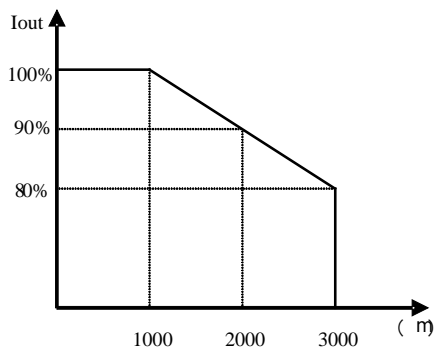

Fig. 1-7 Reducción de la potencia nominal de salida de la unidad con la altura
- Tenga en cuenta la reducción de la potencia nominal cuando la unidad esté instalada en una zona elevada superior a 1000 m. El efecto de enfriamiento de la unidad se ve deteriorado con la altura, tal y como se muestra en la Fig. 1-7 que indica la relación entre la altura y la corriente nominal de la unidad.